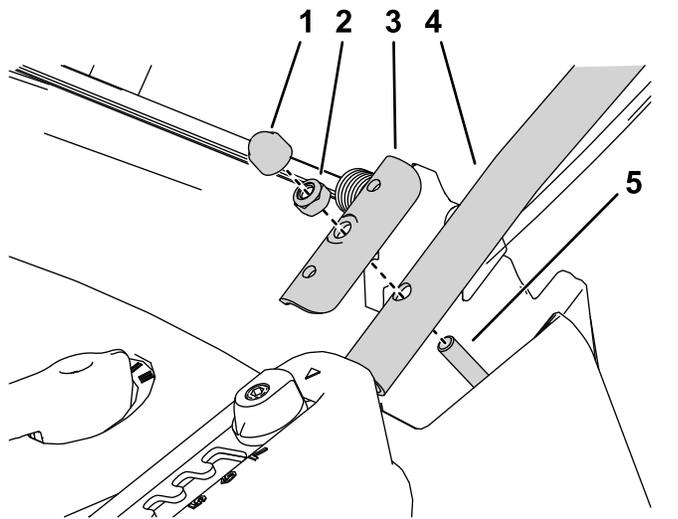

Рисунок 3
2. Установите нижнюю штангу рукоятки на каждой стороне верхней части деки газонокосилки при помощи прижимной планки и шестигранной контргайки, снятых с деки при выполнении предыдущего пункта (Рисунок 3).